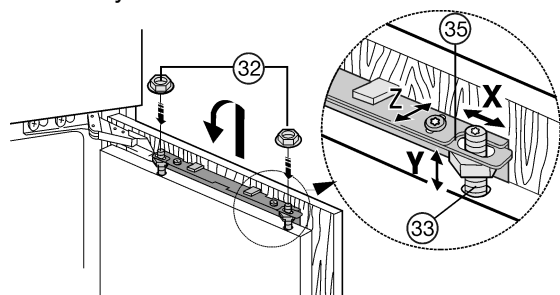

Fig. 32
- Enganche la puerta del mueble en los pernos de ajuste Fig. 32 (33) y atornille ligeramente las contratuercas Fig. 32 (32) en los pernos de ajuste.
- Alinear la puerta del mueble en cuanto a altura Y e inclinación lateral: ajuste los pernos de ajuste Fig. 32 (33) con un destornillador.
- Apriete las contratuercas Fig. 32 (32).